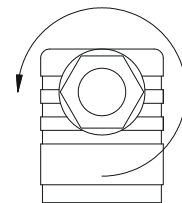

Abb. 5.2.3
- ↪ Lösen Sie die Kabelverschraubung ⑤ M16x1,5 (→ Abb. 5.2.3).